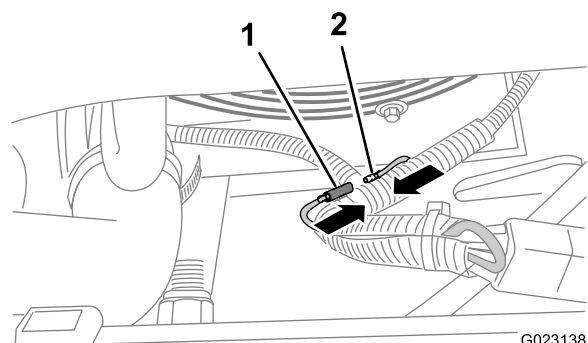

Figura 6
7. Retire el cable con conector de banana del cable gris que sale del módulo de encendido del motor, y conecte el cable al conector del extremo del arnés trasero del arranque eléctrico que enrutó hacia adelante (Figura 6).